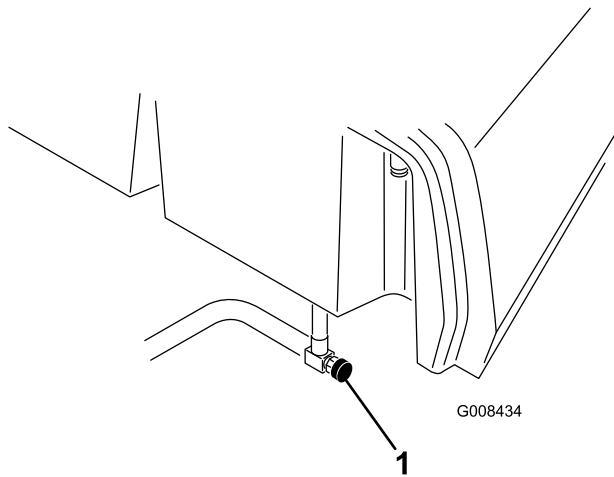

Figura 46
1. Chiudete la valvola di intercettazione del carburante (Figura 46) sotto il serbatoio del carburante.